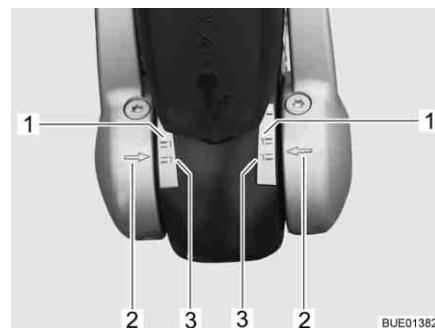

Fig. 122 Indicatore (guarnizioni di attrito a sinistra e a destra) BUE01382
- Se le frecce sulla flangia di fissaggio disco (Fig. 122,2) si trovano sotto o sulla superficie di marcatura verde (Fig. 122,3), le guarnizioni di attrito sono considerate ancora nuove.
- Se le frecce sulla flangia di fissaggio disco si trovano all'interno delle superfici di marcatura (Fig. 122,1 e 3), le guarnizioni di attrito sono leggermente consumate.
- Se le frecce sulla flangia di fissaggio disco si trovano al di sopra della superficie di marcatura rossa (Fig. 122,1), le guarnizioni di attrito sono consumate. Far sostituire le guarnizioni di attrito.